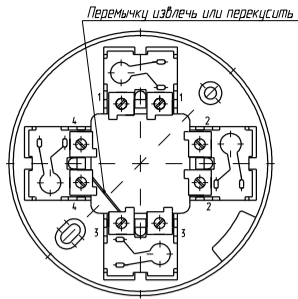

Рисунок 1
6.10 ВНИМАНИЕ! ЕСЛИ ИЗВЕЩАТЕЛЬ ПОСТАВЛЯЕТСЯ С ПЕРЕМЫЧКОЙ (СМ. РИСУНОК 1), ТО ПОСЛЕ ПРОВЕРКИ ЦЕЛОСТНОСТИ ШЛЕЙФА СИГНАЛИЗАЦИИ ПЕРЕМЫЧКУ НЕОБХОДИМО ИЗВЛЕЧЬ ИЛИ ПЕРЕКУСИТЬ.